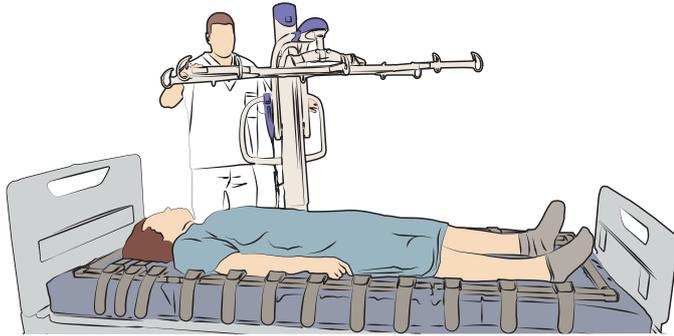

Fig. 10
1. Acerque la grúa al paciente. Vea la fig. 10